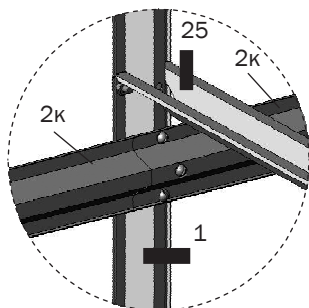

**Rys. 1**
1. Ogólny widok ramy jest przedstawiony na **rys. 1**. Poszczególne elementy muszą być zmontowane tak, aby boczne części profilów były skierowane na zewnątrz, w stronę płyt szklanych. Rama nośna składa się z elementów oznaczonych poszczególnymi numerami.